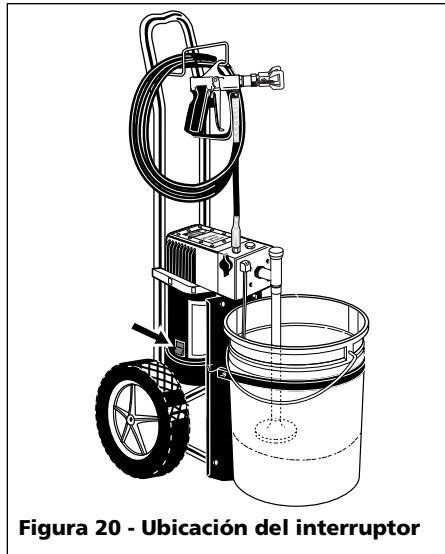

**Figura 18- Instrucciones para girar el control Prime/Spray**
1. Coloque el control "Prime/Spray" en "Prime" (Vea la Figura 18).